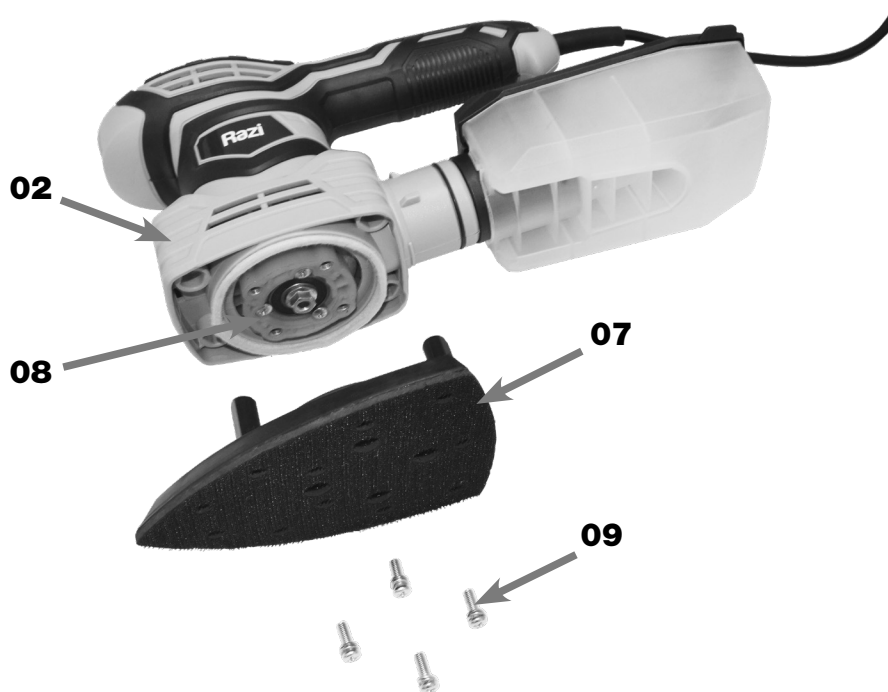
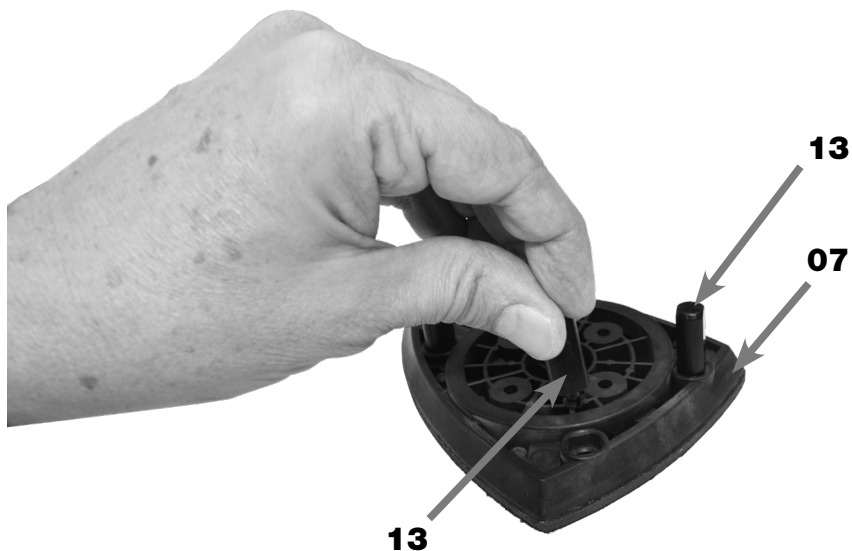
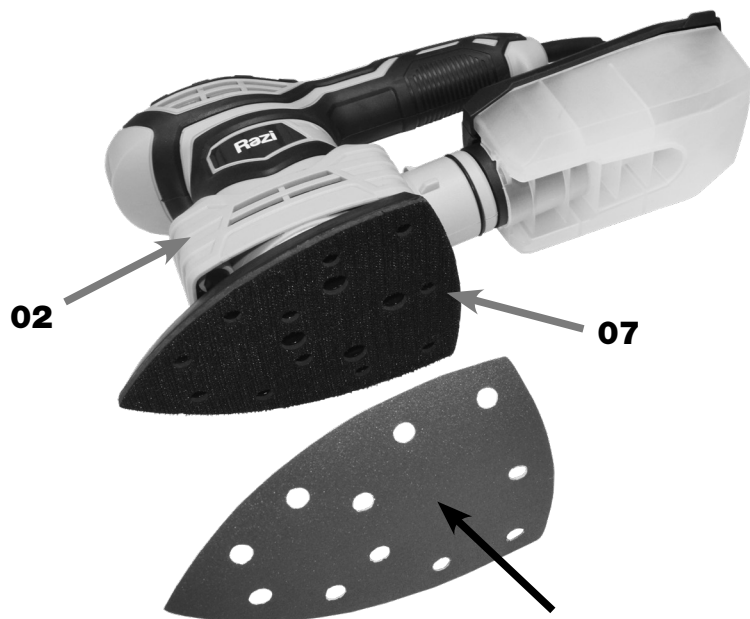

FIGURA 08 - Montagem da Placa Base Triangular à Carcaça
FIGURA 09 - Pino Flexível Removível
FIGURA 10 - Fixação Inicial da lixa
A terceira opção, é o uso da Placa Base Triangular (07). Este elemento também é fixado pelos 4 Parafusos de Fixação (09) na Base Vibratória (08) (figura 08). Para mantê-la estável e alinhada, 4 Pinos Flexíveis Removíveis (13) devem ser montados na Placa Base Triangular (07) e encaixados na parte inferior da Carcaça (02) (figura 09). O sistema de fixação da lixa adotado nesta opção é o por contato, ou seja, por velcro. Neste caso, a lixa deve ser redonda aveludada no seu verso (figura 10).